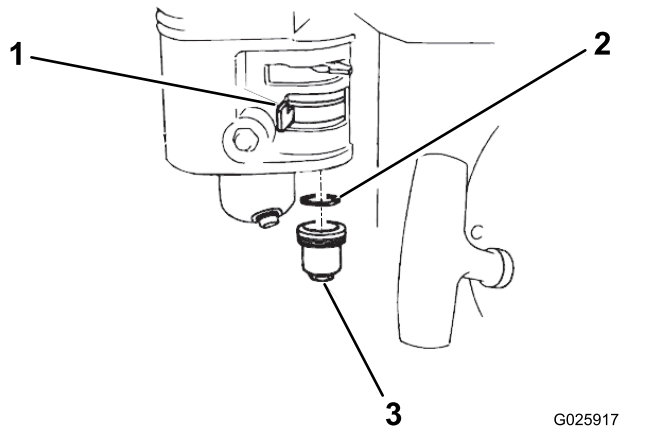

图35
1. 将燃油阀移至“关闭”位置，然后取出燃油沉淀杯和 O 形圈（图35）。